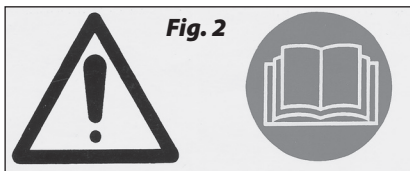

Fig. 2
1. Leggete attentamente questo manuale prima di utilizzare il tosaerba (fig. 2). Familiarizzate con i comandi ed il corretto uso del tosaerba